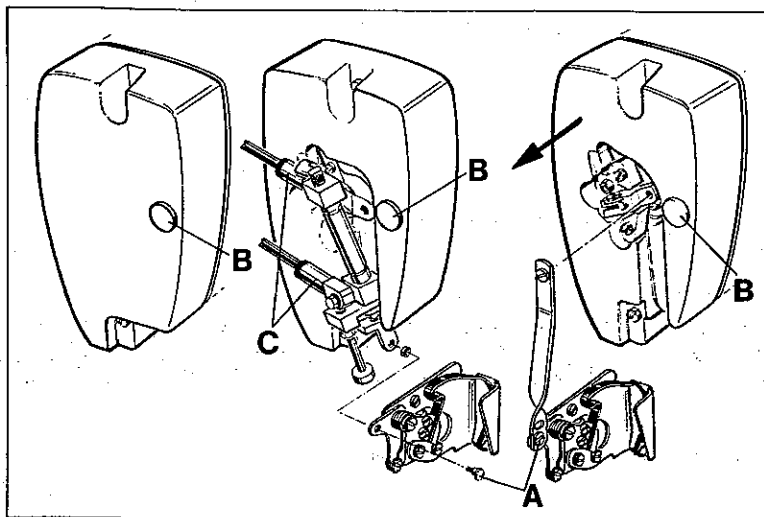
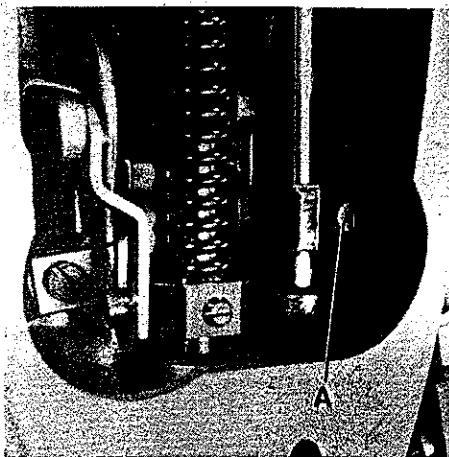
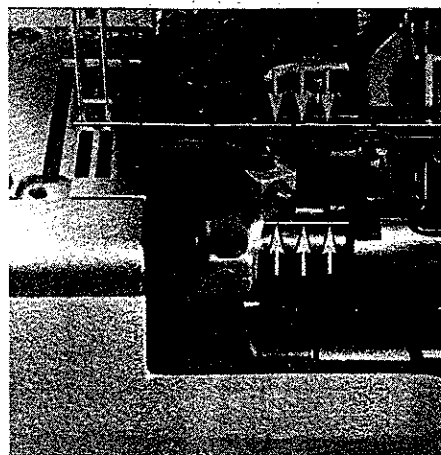
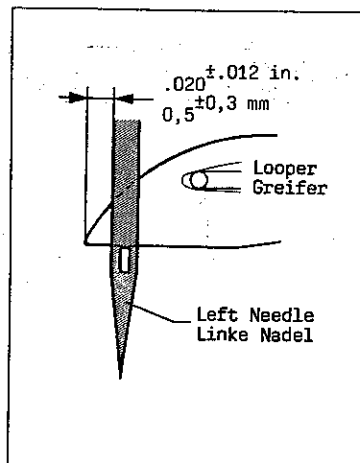

Fig.18
Fig. 19
Fig.20
Fig. 22
1. Remove the head cover*, presser foot and feed dogs. For removing the head cover on styles with thread wiper also shoulder screw (A, Fig. 18) on bell crank lever of thread wiper has to be screwed out. On styles equipped with pneumatic thread wiper additionally the PA-tubes have to be disconnected on the straight connectors (C) of the air cylinder. On styles with solenoid operated thread wiper the head cover has to be removed horizontally (in direction of the arrow) to avoid damaging of plug and receptacle.
3. Loosen screw (A, Fig. 19) and turn needle bar as required, so the needles center in the needle holes of throat plate and are parallel to the looper shaft (see Fig. 20). This can be checked by holding a ruler against the needles.
4. Retighten screw (A, Fig. 19).
* The needle bar can also be aligned and set to height without removing the head cover. For this, remove plug (B, Fig. 18) in the head cover to have access to screw (A, Fig. 19) in the needle bar connection. Remount the plug.
* Die Nadelstange kann auch ohne Abbau des Kopfdeckels ausgerichtet und auf die Höhe eingestellt werden. Entfernen Sie dazu den Verschlussstopfen (B, Fig. 18) im Kopfdeckel, damit die Schraube (A, Fig. 19) im Nadelstangen-Mitnehmer zugänglich wird. Montieren Sie den Verschlussstopfen wieder.
The height of needle bar is correct, when the looper point at its travel from right to left is 0.5 mm (.020 in.) left of the left needle (see Fig. 22) and the top of the needle eye is flush with the underside of the looper. For adjustment loosen screw (A, Fig. 19)* and move needle bar up or down as required. Retighten screw (A).
Die Nadelstangenhöhe ist richtig eingestellt, wenn die Greiferspitze bei ihrem Weg von rechts nach links 0,5 mm links der linken Nadel steht (siehe Fig. 22) und Oberkante Nadelöhr und Unterkante Greifer in gleicher Höhe stehen. Lösen Sie für diese Einstellung die Schraube (A, Fig. 19)* und schieben Sie die Nadelstange nach Bedarf nach oben oder unten. Ziehen Sie die Schraube (A) wieder an. Beachten Sie, daß bei dieser Einstellung die Nadelstange nicht verdreht wird.
* Die Nadelstange kann auch ohne Abbau des Kopfdeckels ausgerichtet und auf die Höhe eingestellt werden. Entfernen Sie dazu den Verschlußstopfen (B, Fig. 18) im Kopfdeckel, damit die Schraube (A, Fig. 19) im Nadelstangen-Mitnehmer zugänglich wird. Montieren Sie den Verschlußstopfen wieder.